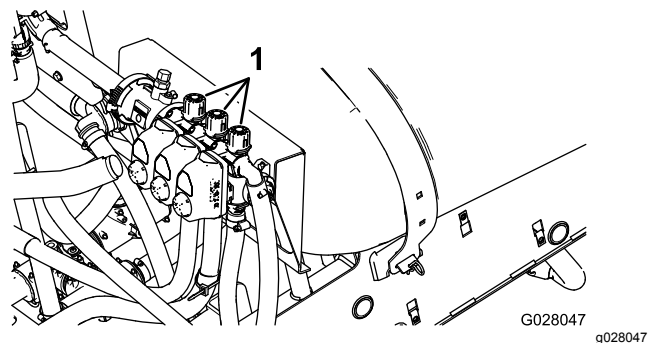

図 86
4. 右ブームバイパスバルブ 図 86 を使って、先ほどと同じ水圧一般的には 2.75 bar = 2.8 kg/cm² = 40 psiに調整する。
6. 中央ブームバイパスバルブ 図 86 を使って、先ほどと同じ水圧一般的には 2.75 bar = 2.8 kg/cm² = 40 psiに調整する。
2. 左ブームをOFFにし、ブームバイパスバルブ 図 86 を使って、先ほどと同じ水圧一般的には 2.75 bar = 2.8 kg/cm² = 40 psiに調整する。